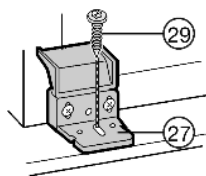

Fig. 24
- ▶ Preassemblare la squadra di plastica Fig. 24 (27) con una vite lunga Fig. 24 (29) al centro attraverso l'asola.
- ▶ Chiudere il coperchietto sulla squadra di plastica Fig. 24 (27).